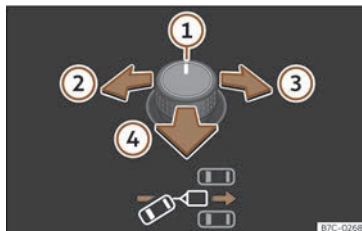
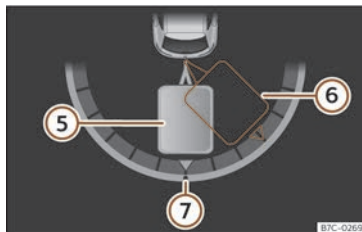

Fig. 167 Mando giratorio de los retrovisores exteriores: ajustar el ángulo del remolque.
Fig. 168 Pantalla del cuadro de instrumentos: dar marcha atrás.
Leyenda de la >>> **fig. 167**, >>> **fig. 168**:
- Bascule el mando giratorio hasta alcanzar la dirección deseada >>> **fig. 167**. En la pantalla del cuadro de instrumentos aparece a modo de orientación una representación del conjunto vehículo tractor y remolque en la posición actual >>> **fig. 168**.